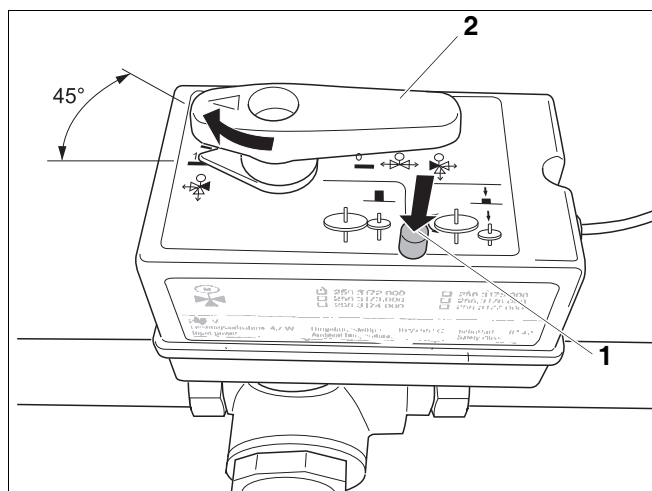

Fig. 60 Aduceți supapa cu trei căi în poziția de mijloc
- Dacă există un boiler, aduceți întrerupătorul mecanic la nivelul supapei cu trei căi în poziția de mijloc (fig. 60). În acest scop, țineți apăsată tasta (fig. 60, poz. 1) și învârtiți levierul (fig. 60, poz. 2) 45°.